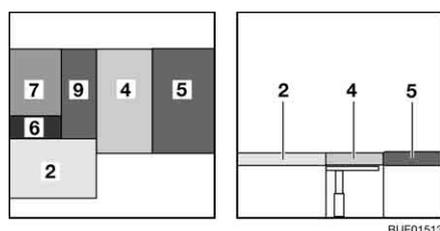

Fig. 151 Depois da transformação
- Coloque o estofado do encosto (Fig. 151,4) sobre a mesa.
- Coloque o estofado do encosto (Fig. 151,9) sobre a mesa.